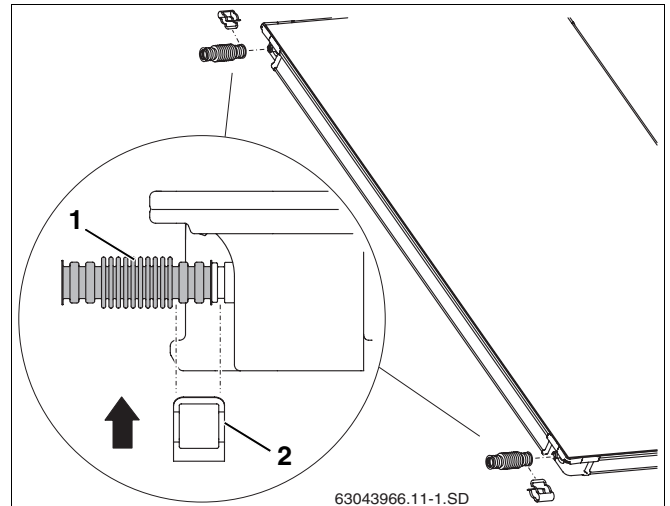

Fig. 25 Fazer as ligações hidráulicas com tubo ondulado no primeiro colector
- ▶ introduzir as ligações de tubo ondulado (fig. 25, **item 1**) sobre as ligações da esquerda do primeiro colector.
- ▶ introduzir o grampo (fig. 25, **item 2**) para fixação da ligação sobre a ligação de tubo ondulado e do colector.